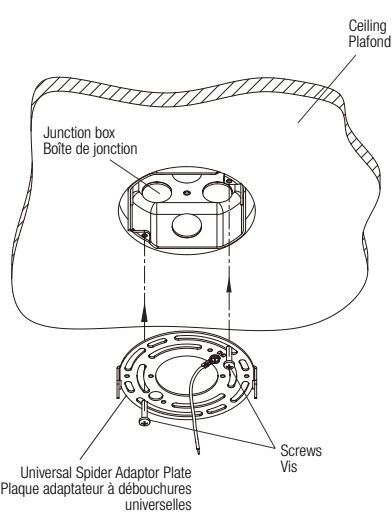

Fig. 1b
2. Install the Universal Spider Adaptor Plate on the ceiling recessed junction box by screwing the two screws (Fig. 1b).
2. Installer la plaque adaptateur à débouchures universelles sur la boîte de jonction encastrée dans le plafond en vissant les deux vis (Fig. 1b).